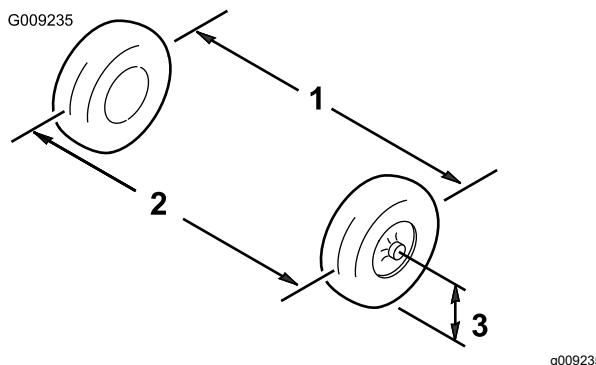

Figura 47
3. Mida la distancia entre los neumáticos delanteros a la altura del eje, en la parte delantera y trasera de las ruedas (Figura 47).